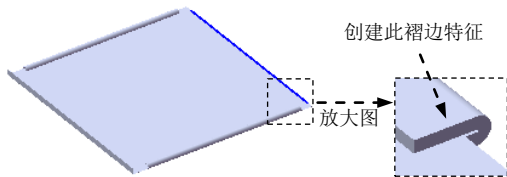
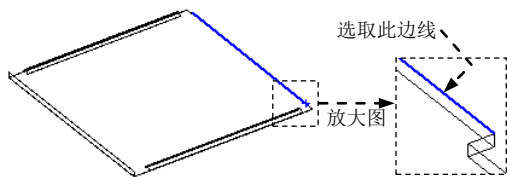

图 17.11.41 创建褶边 3
图 17.11.42 定义特征的边线
Step10. 创建图 17.11.41 所示的褶边 3。选择下拉菜单 **插入(I)** → **钣金(B)** → **褶边(E)...** 命令；单击 **边线(E)** 区域中的“材料在内”按钮 。选取图 17.11.42 所示的模型边线为生成褶边的边线；在 **类型和大小(T)** 区域中单击“闭合”按钮 ，在  文本框中输入角度值 3.0。单击  按钮，完成褶边 3 的创建。